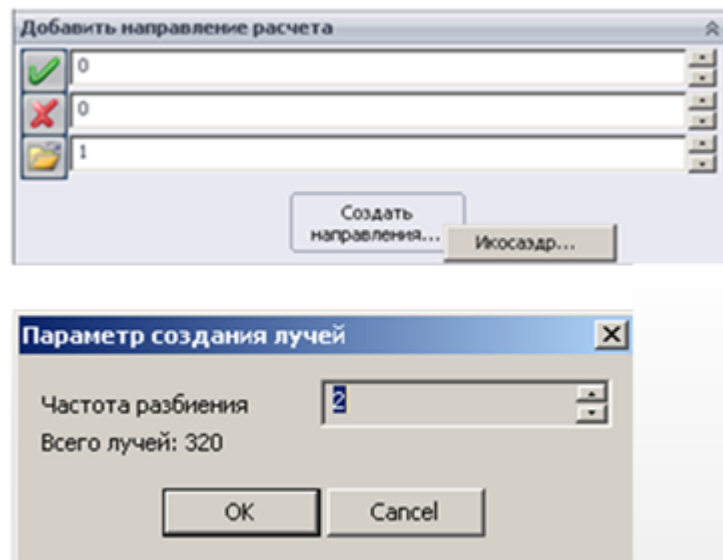

Рисунок 5 – Группа "Направления расчета"
3. Группа "Направления расчета"(рисунок 5) - содержит таблицу с направлениями (лучами) расчета поглощенных доз и эквивалентных потоков (флюенсов), заданными направляющими косинусами в формате (**dX, dY, dZ**).